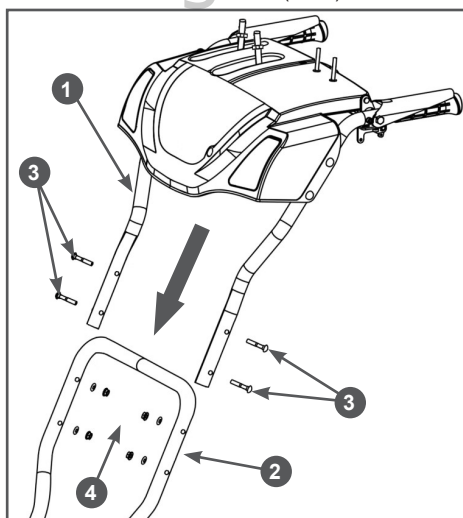

Рис. 5 Установка рукояток
4. Совместите отверстия в стойке 2 и рукоятках 1, вставьте в отверстия болты 3 и закрутите гайки 4 (Рис. 5).